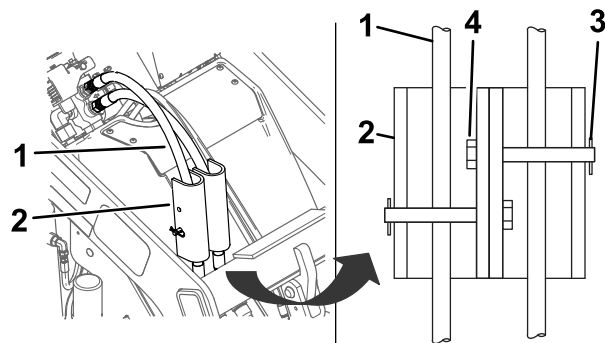

Figura 26
7. Abbassate i blocchi del cilindro sui flessibili idraulici e fissateli con il cavalletto con perno e la coppiglia (Figura 26).